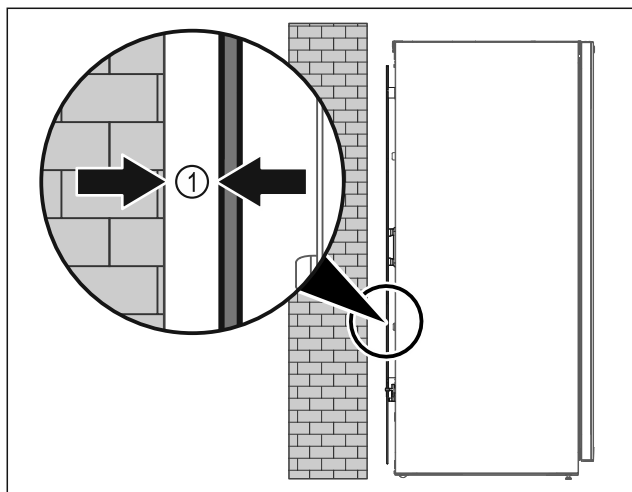

Fig. 7
- ▶ Állítsa fel a készüléket szabadon a helyiségben, vagy közvetlenül a fal mellé legalább 5 mm Fig. 7 [1] minimális távolságban.